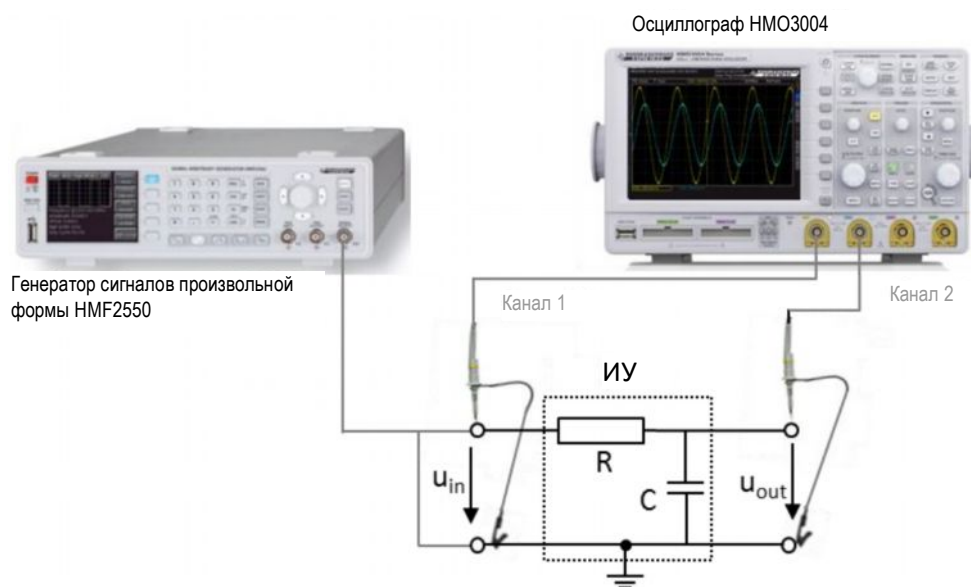

Рис. 2-36 – Измерение характеристик фильтра с помощью осциллографа HMO3004
- Подключите выход генератора сигналов ко входу фильтра, как показано на рис. 2-36.
- Подключите пробник и кабель заземления ко входу фильтра, как показано на рис. 2-36. Подключите второй пробник и кабель заземления к выходу. Входное напряжение u_{in} измеряется на канале CH1, а выходное u_{out} – на канале CH2.